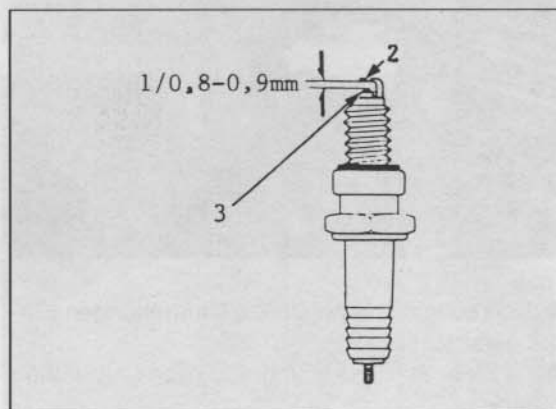

Bild 17
- Elektrodenabstand mit Fühlerlehre messen, Sollwert 0,8 bis 0,9 mm. Gegebenenfalls Mittel-Elektrode nachfeilen, dann Abstand einstellen, siehe Bild 17.